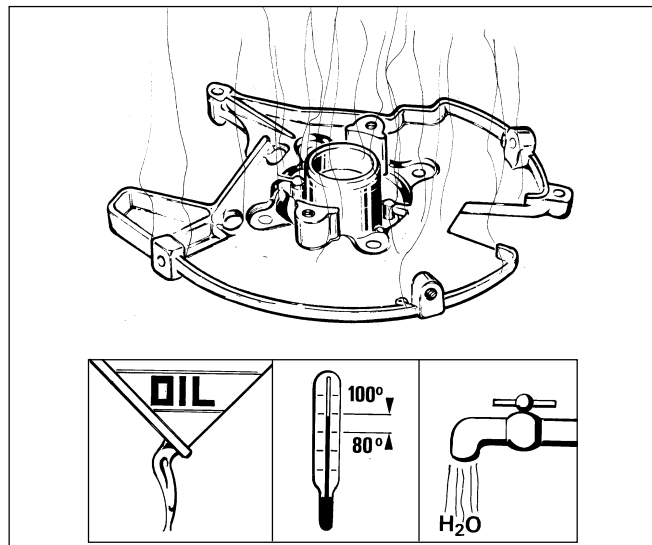

Fig. 20
Retirer les parties externes (convoyeur, volant, groupe allumage), puis dévisser les quatre vis de fixation de la base (voir A sur Fig. 20).
- Pour la dépose utiliser l'outil (88841044) avec les vis correspondantes (voir B sur la Fig. 20).
- Visser les vis de fixation avec le même nombre de tours (Fig. 20). Avec une clef 11/16 visser la vis centrale et extraire la base.
- pour déposer et reposer le roulement, la base du convoyeur doit être préchauffée à $80 \div 100^{\circ}\text{C}$ (Fig. 20).
- Réchauffer la base du convoyeur en la plongeant dans de l'huile ou dans de l'eau à une température de $80/100^{\circ}\text{C}$ (Fig. 20).